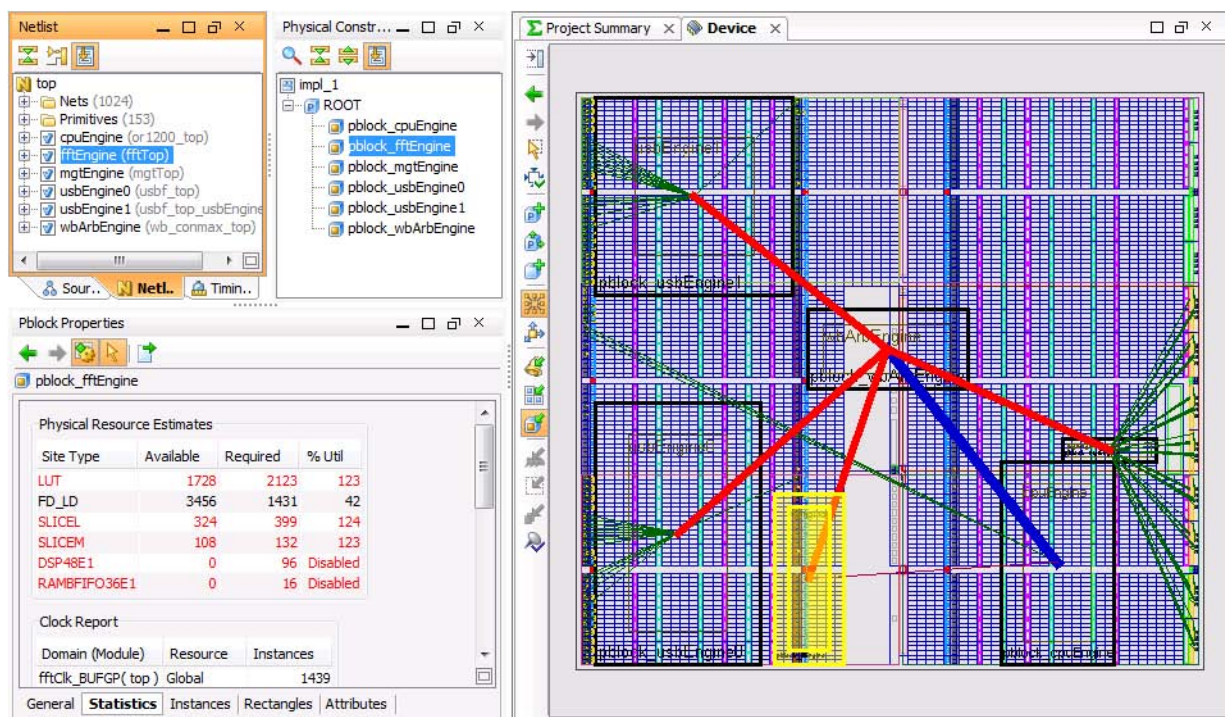

図 45：リソース概算に基づいた Pblock のサイズ変更
5. Pblock を選択し、[Pblock Properties] ビューで [Statistics] タブをクリックします (図 45)。